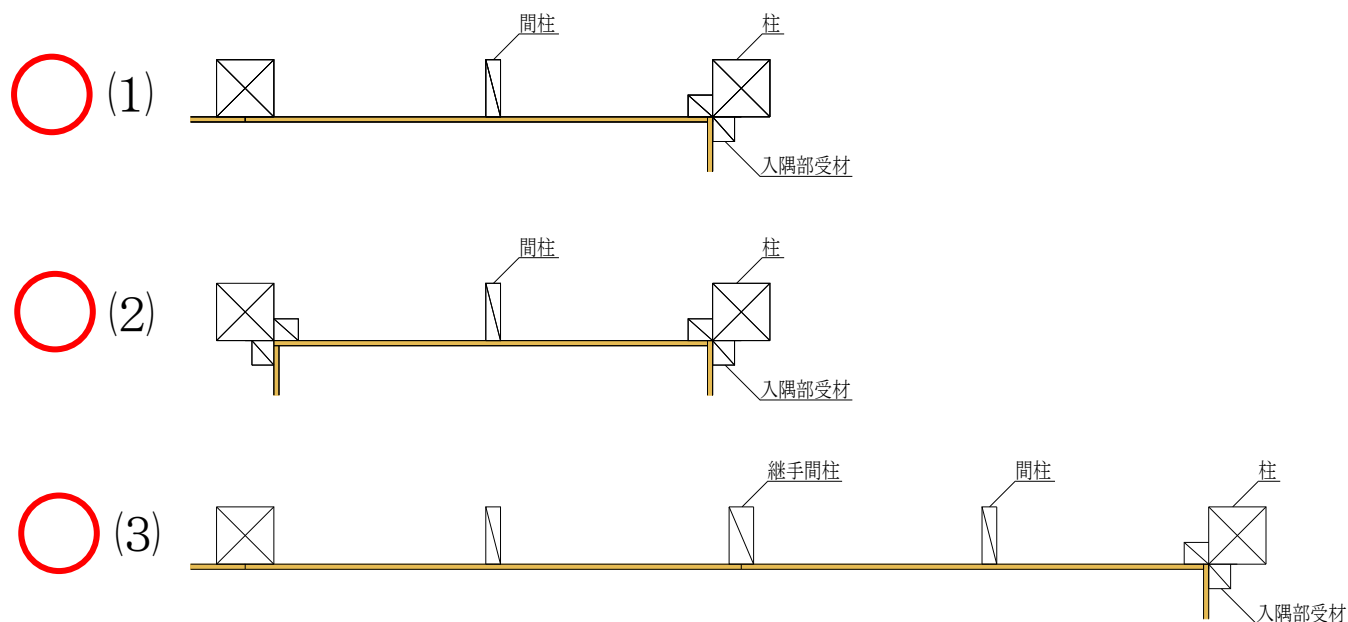

図 9 入隅部の納まり図①
- ・1 つの耐力壁について、(1)片側に入隅部がある場合、(2)両側に入隅部がある場合のいずれも耐力壁（2.3 倍）とできます（図 9）。尚、入隅部面材の勝ち負けおよび 1P・2P は問いません（例：(3)）。